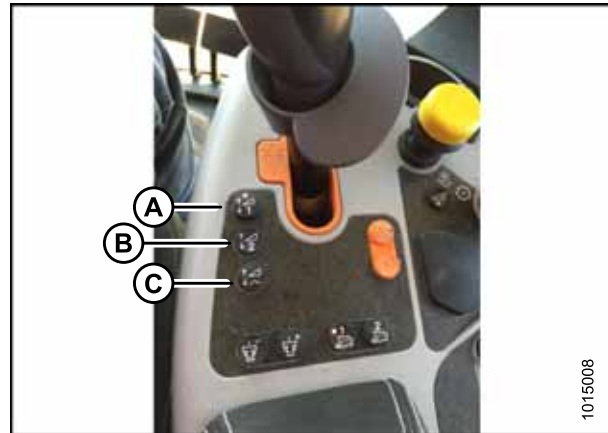

Abbildung 3.373: Bedienelemente eines New Holland-Mähdreschers
5. Eine der in Abbildung 3.373, Seite 228 dargestellten Tasten für die automatische Höheneinstellung drücken.